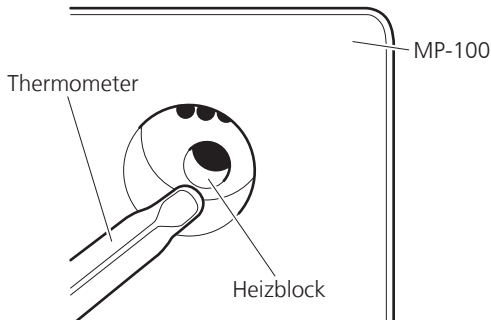

Abb. 3
4. Den Kolben des giftfreien Thermometers seitlich in den Heizblock einschieben (siehe Abb. 3). Das andere Ende des Thermometers liegt auf der Halterung auf.